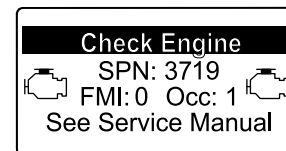

Figura 41
- Si es necesario realizar una regeneración de recuperación, el InfoCenter muestra la advertencia del motor SPN 3719, FMI 16 (Figura 41) y el ordenador del motor reduce la potencia del motor al 85 %.